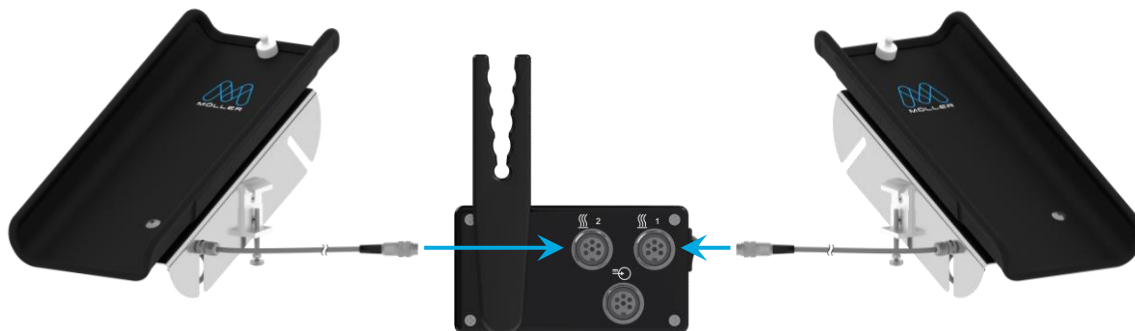

Bild 6:
7. Tryck in kontakten i anslutningsuttaget på ett sådant sätt att styrskenorna griper i varandra. Det ska knappt kännas något motstånd alls (Bild 6).